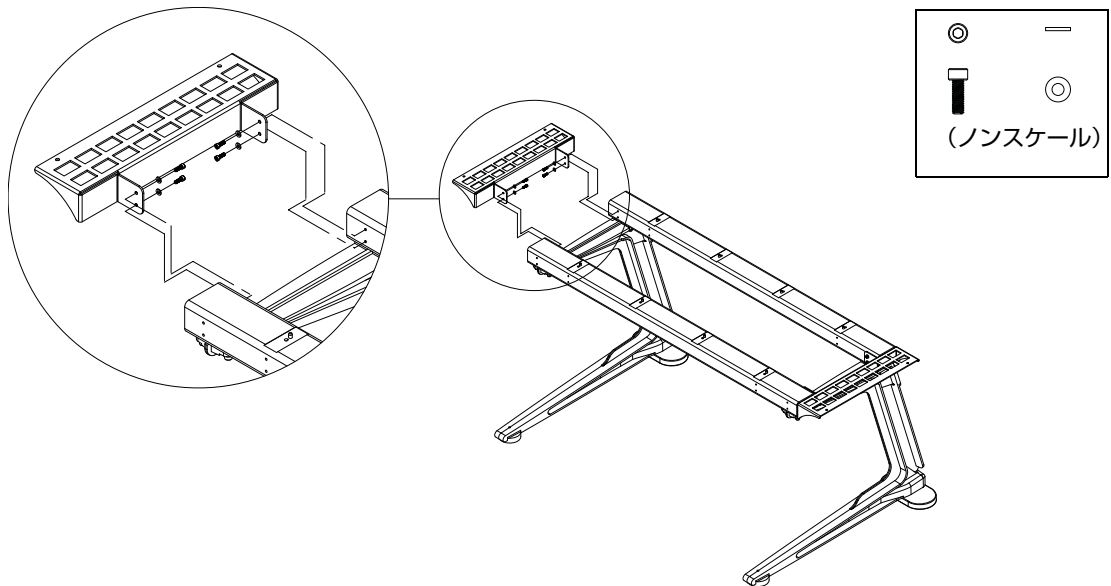

図6. 左側のエンド・シェルフを取り付ける (右側のエンド・シェルフは取り付け済み)
- 左右の各エンド・シェルフに留め具とワッシャーを4つずつ使って、シェルフを脚部に取り付けます(図6を参照)。